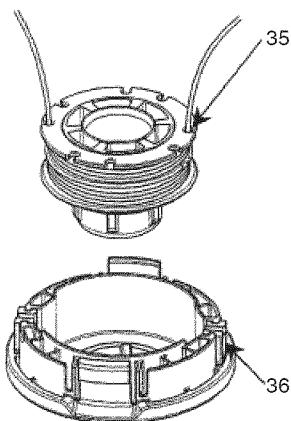

Fig. 32
(5) Introduzca ambos extremos sueltos de la línea a través de la guía de cuerda (36) cuando coloque el rollo en la caja. (Fig. 32)